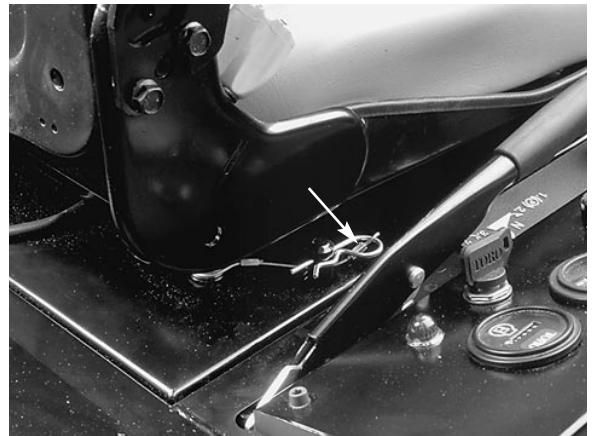

Bild 16
- Den Splint aus der Sitzsperrstange (Bild 16) entfernen.